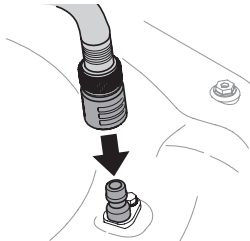

Figura 23
3. Conecte la manguera de jardín con el pico de lavado de plataforma al puerto de agua que está sobre la superficie de su plataforma Figura 23 a la página 30.